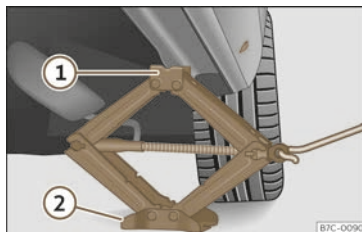

Abb. 249 Längsträger: Wagenheber ansetzen.
- Drehen Sie die Kurbel des unter dem Aufnahmepunkt des Längsträgers befindlichen Wagenhebers, bis sich die Nase ① >>> (Abb. 249) unter der vorgesehenen Einführung befindet.
- Richten Sie den Wagenheber so aus, dass sein Aufnahmehorn ① in die dafür vorgesehene Aufnahme am Längsträger „greift“ und die bewegliche Grundplatte ② plan auf dem Boden aufliegt. Die Bodenplatte ② muss sich dabei senkrecht unter dem Aufnahmepunkt ① befinden.